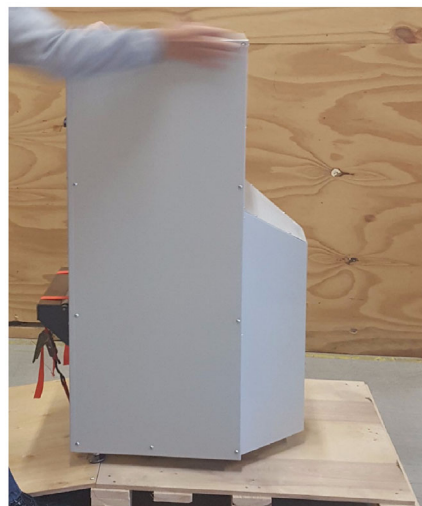

Рис. 5-9: Придерживайте переднюю часть машины.
8. Возьмитесь за переднюю часть машины и сдвигайте её вперёд, см. рис. Рис. 5-9.